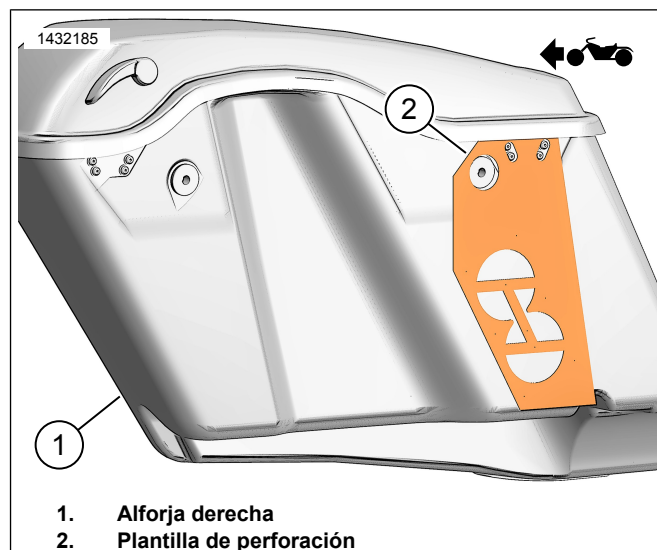

Figura 9. Plantilla de la alforja derecho
1. Figura 9 Coloque la plantilla (2) en la alforja derecha (1).